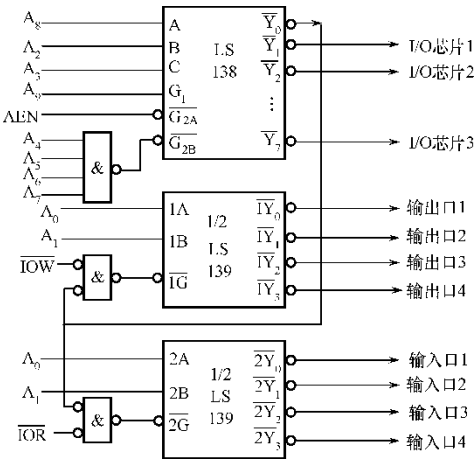

图 1 I/O 端口译码电路
2.（6 分）已知 PC 机系统中某接口板的 I/O 端口译码电路如图 1 所示，试分析写出①I/O 芯片 1~I/O 芯片 3、②输出口 1~输出口 4、③输入口 1~输入口 4 的端口地址或地址范围。